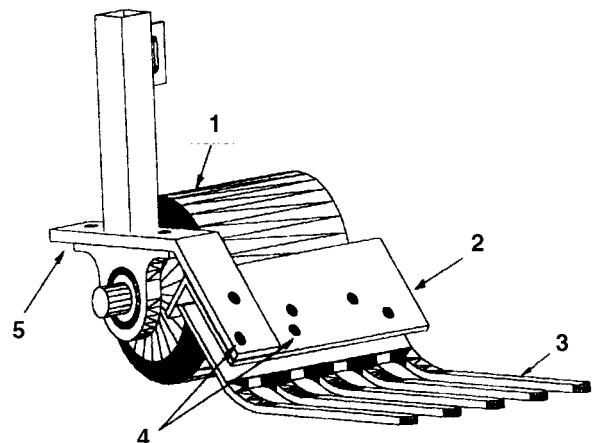

Bild 13
6. Reduzieren oder verlängern Sie den oberen Lenker, um die Maschine so einzustellen, daß sie senkrecht steht (Bild 13). Benutzen Sie den Nivellierkasten der Zugmaschine so, daß die Maschine (von hinten gesehen) gleichmäßig angehoben wird.